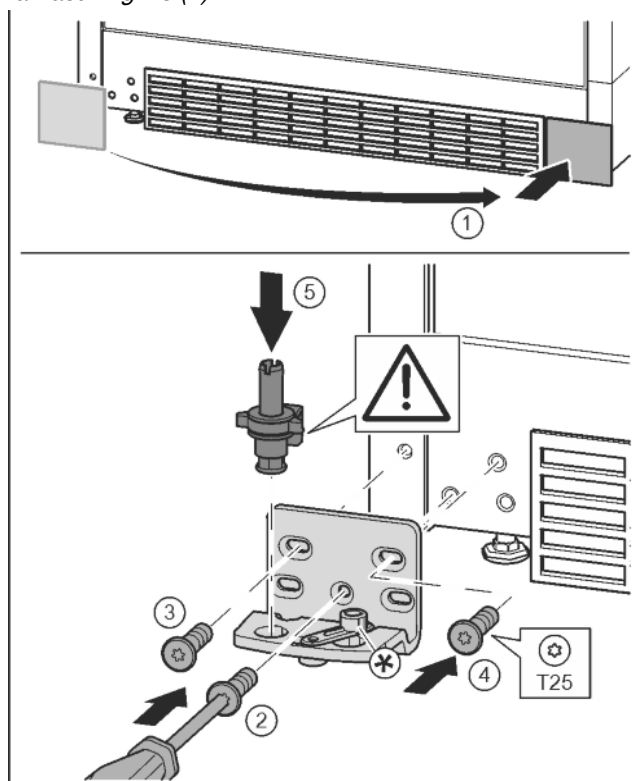

Fig. 16
- Zdjąć osłonę i założyć z drugiej strony. Fig. 16 (1)
- Płytkę zawiasu założyć z drugiej strony i przykręcić przy pomocy śrubokręta T25. Rozpocząć śruby 2 dolnej umieszczonej na środku. Fig. 16 (2)
- Dokręcić śrubę 3 i 4. Fig. 16 (3, 4)
- Założyć cały sworzeń płytki zawiasu. Przy tym zwrócić uwagę, by krzywka zatraskowa wskazywała do tyłu. Fig. 16 (5)